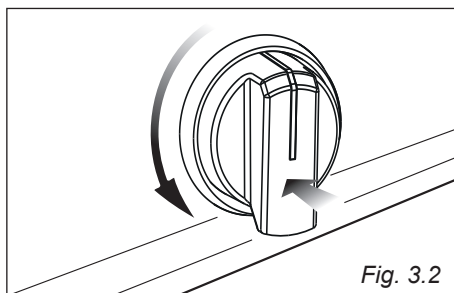

Fig. 3.2
- Ouvrir le serre-câble, en dévissant la vis "F" (fig. 3.2), dévisser les vis des bornes et enlever le câble.
1. appuyer sur la manette (fig. 3.2) et la faire tourner jusqu'à la position de débit maximum, puis continuer à appuyer sur la manette jusqu'à ce que l'allumage se fasse.